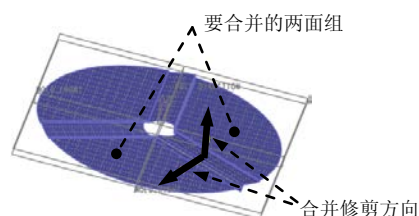

图 5.24 定义合并方向
- (1) 按住 Ctrl 键，选取图 5.24 所示的两个面组。
- (2) 单击 **分型面** 操控板中 区域的 按钮，此时系统弹出“合并”操控板。
- (3) 定义合并修剪的方向，调整合并方向，如图 5.24 所示。
- (4) 在“合并”操控板中单击 按钮。